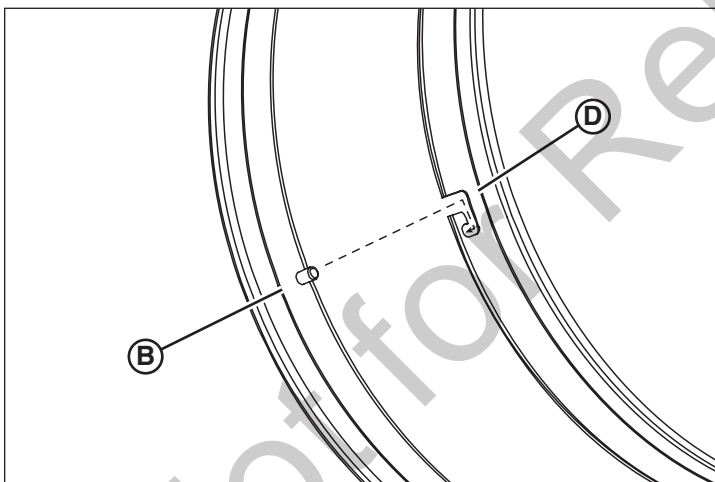

Figura 19
2. Para conectar el conducto flexible de bloqueo deslizante, alinee un pasador de bloqueo y la flecha de la banda de conexión (B, Figura 19) con una ranura en "J" en el anillo de salida (D). Deslice la banda de conexión al interior del anillo de salida, lo más profundo que pueda entrar. Gire la banda de conexión en el sentido antihorario, hacia el extremo de la ranura en "J" y luego tire para bloquear.